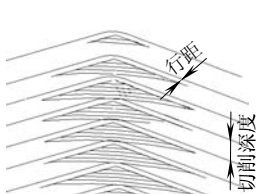

图 5-6 水平缝合刀具路径
- 1) 水平缝合：这是一种陡峭区域默认的刀具路径样式，如图 5-6 所示。